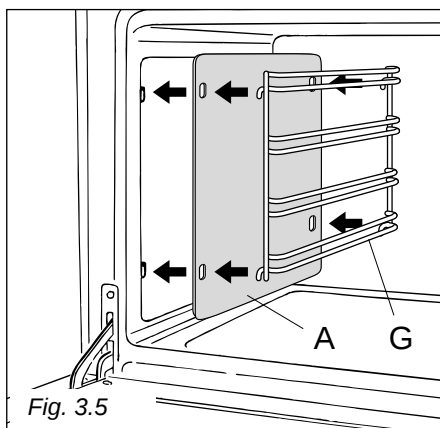

Fig. 3.5
- Accrocher les glissières "G" (fig. 3.5) aux trous des parois latérales de l'intérieur du four
Seulement pour le modèle avec habillage en acier inoxydable: interposer les panneaux autonettoyants catalytiques "A" (fig. 3.5).